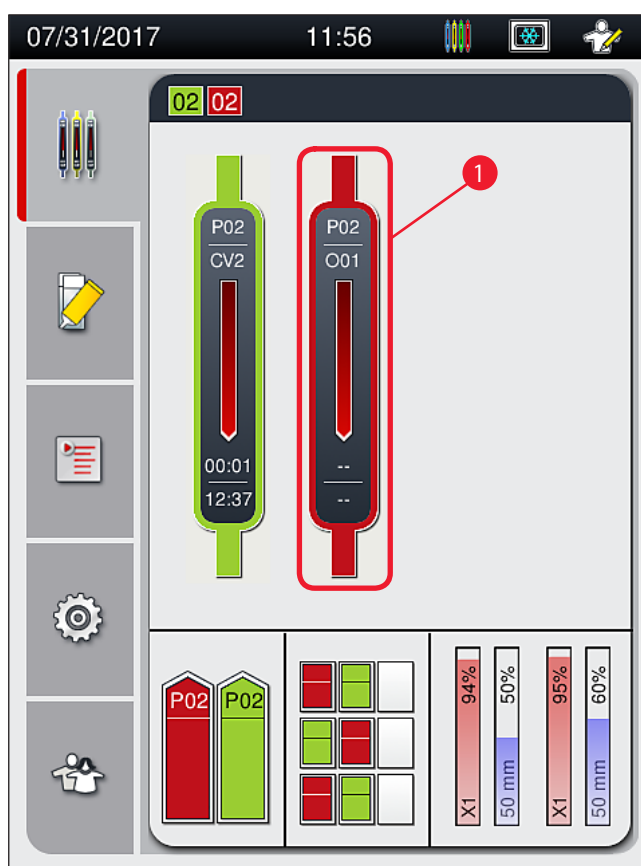
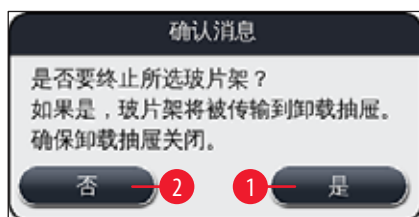

图 78
图 80
- ① 只能使用过程状态显示取消封片操作(→ 图 78)。
按下终止玻片架染色 (→ 图 79-1) 按钮后，显示一条消息 (→ 图 80)。使用按钮是 (→ 图 80-1) 确认取消，或按下否 (→ 图 80-2) 返回过程状态显示 (→ 图 78)。